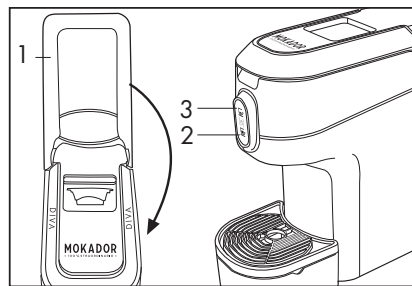

Fig. 8
**Avant d'introduire la capsule, soulever lentement et complètement le levier de commande (1) situé sur la partie supérieure de la machine pour expulser la capsule vide. Pour une bonne hygiène et pour maintenir la haute qualité du produit, il est recommandé d'expulser la capsule aussitôt après la distribution.**
- Refermer complètement le levier (1), appuyer sur le symbole de distribution (2-3) en fonction des goûts, et appuyer à nouveau dessus pour arrêter la distribution une fois la quantité voulue de café ou autre boisson atteinte (Fig. 8).